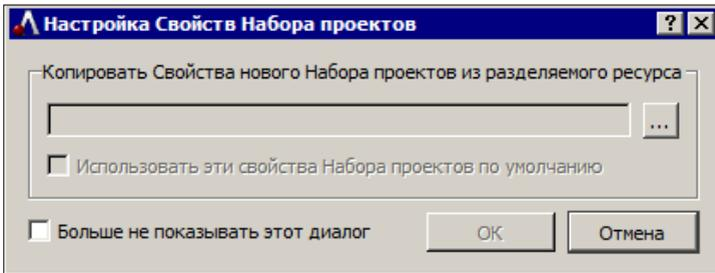
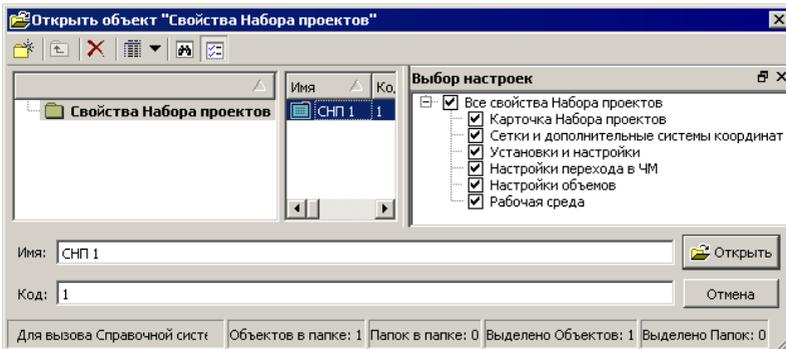

Рис. 3.1
Рис. 3.2
Сразу после вызова команды открывается диалог **Настройка Свойств Набора проектов** (рис. 3.1).
Для этого с помощью кнопки **Выбор** ... (рис. 3.1) открываем нужный файл, а при необходимости отмечаем флажками отдельные группы СНП (рис. 3.2).
Если вами будут использоваться свойства набора проектов по умолчанию, то диалог (рис. 3.1) можно закрыть или нажать кнопку **Отмена**.
Если установить флажок для параметра **Больше не показывать этот диалог** (рис. 3.1), то выбор свойств при следующих открытиях набора проектов станет невозможен.
**На заметку** *Если в диалоге настройки (рис. 3.1) после выбора сохраненных ранее СНП установить флажок для параметра **Использовать эти свойства Набора проектов по умолчанию**, то при следующем открытии НП требуемые свойства будут уже выбраны.*